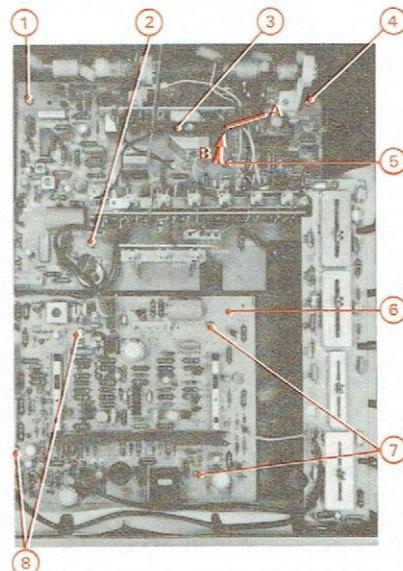

Fig. 3
- 2° Dévisser et enlever la vis (1)
- 3° Déposer le support plastique de cadran (2)
- 4° Dévisser et enlever les vis (1) (2) (4) et (5) (fig. 3)
- 5° Débrancher les connecteurs de liaison et déposer la platine HF/FI (3)
- 6° Pour le remontage du support plastique de cadran (2) voir le NOTA du paragraphe F
E — DÉPOSE DE LA PLATINE ENREGISTREMENT-LECTURE (Fig. 3)
- 5° Passer l'extrémité libre du cordonnet dans le trou (8) et tirer pour amener le nœud en contact avec la poulie (9)
- 6° Fixer le ressort (6) à l'extrémité libre du cordonnet
- 7° Passer le cordonnet dans l'encoche (B) et effectuer 1/4 de tour sur la poulie (9). Le sens d'enroulement du cordonnet est indiqué par les flèches
- 8° Passer le cordonnet sur les poulies (10) et (2)
- 9° Effectuer 3 tours sur l'axe (3)
- 10° Passer le cordonnet sur la poulie (4)
- 11° Effectuer 3/4 de tour sur la poulie (9)
- 12° Passer le cordonnet dans la fente (C)
- 13° Accrocher le ressort dans le trou (7)
- 14° Positionner l'aiguille (1) à 23 mm de l'axe de la poulie (2)
NOTA : Lors du remontage du support plastique de cadran prendre soin de placer l'ergot (5) de la poulie (9) dans l'encoche (A) du levier d'entraînement du condensateur variable (3) (fig. 3), ce levier étant placé en butée dans le sens de la flèche (B) (fig. 3).